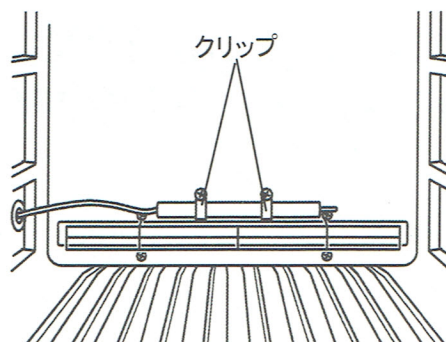

図 4
4. 保冷库に付属のクリップ(大)を用いて記録計の感温部を保冷库内奥側の取付孔に固定します。(図 4)